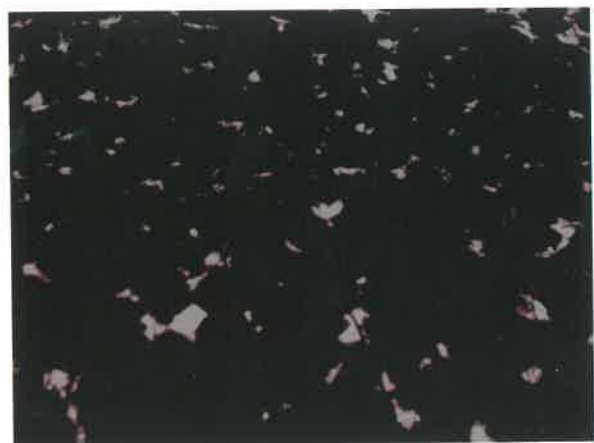

図8 葉影率90%の程度
- ・副梢管理は、果粒軟化期前には、葉影率が90%となるように管理します(図8)。